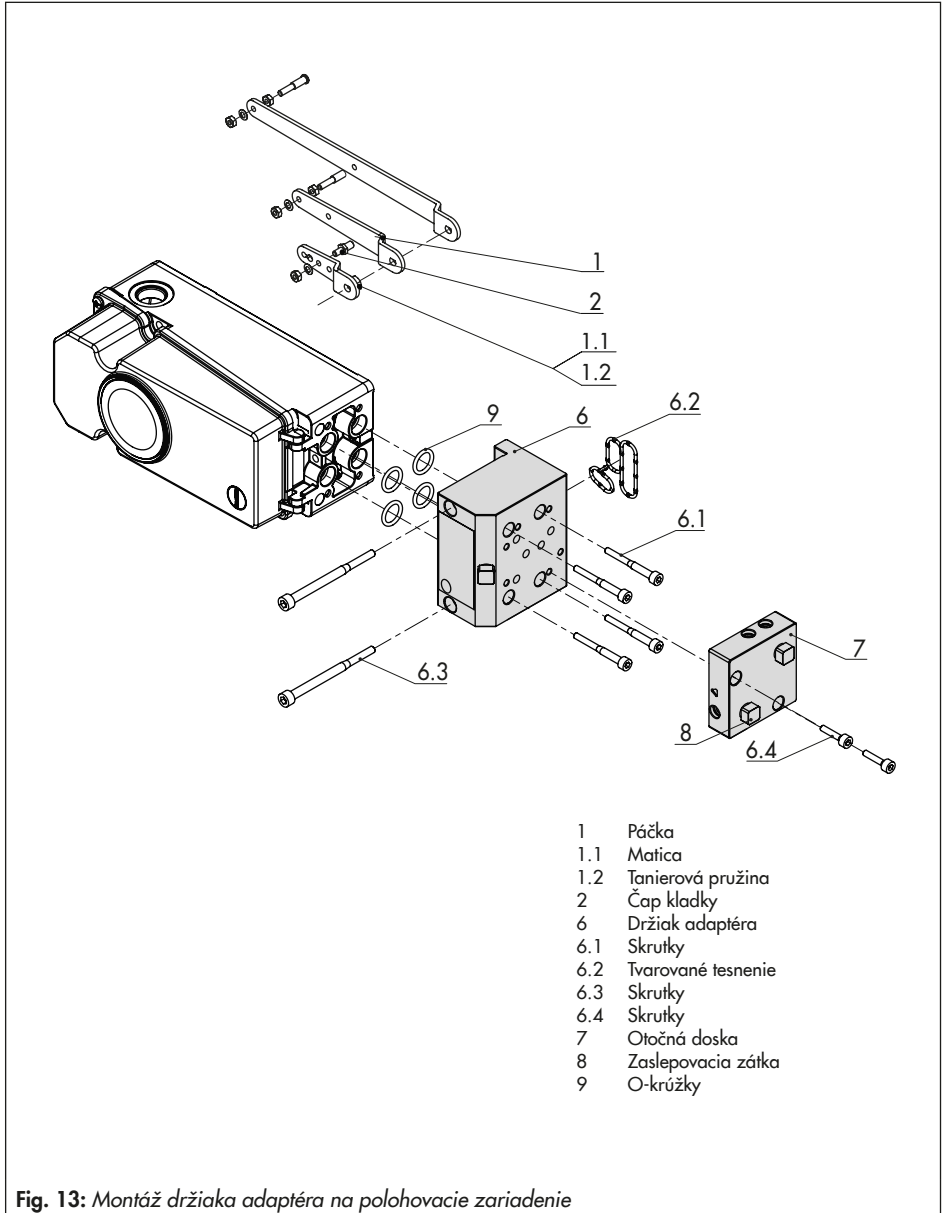

Fig. 13: Montáž držiaka adaptéra na polohovacie zariadenie
10. Umiestnite polohovacie zariadenie tak, aby čap kladky (2) spočíval na hornej časti svorky kladky (3). Páka (1) sa musí opierať o svorku kladky silou pružiny.
11. Pripevnite polohovadlo k adaptéru (13) pomocou dvoch upevňovacích skrutiek (6.3). Skontrolujte, či je tvarované tesnenie (6.2) správne nasadené (pozri Fig. 13).
12. Namontujte kryt (11) na druhú stranu. Pri inštalácii regulačného ventilu sa uistite, že odvdzušňovacia zátku je umiestnená v spodnej časti, aby mohla odtekať prípadná kondenzovaná voda, ktorá sa zhromažďuje.